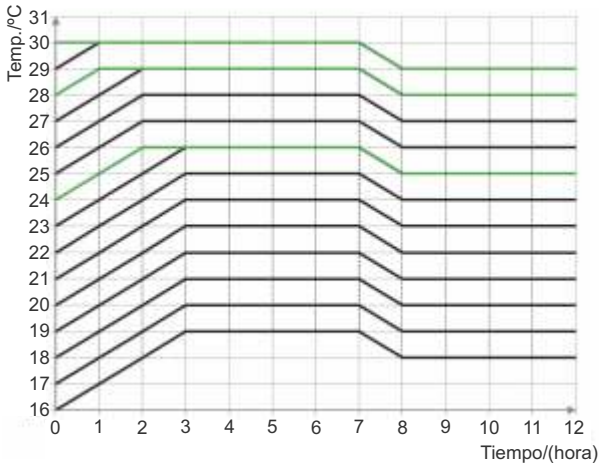

Fig.14 Curva Sleep bajo modo frío
4. Bajo el modo Frío, si está activada la función "Sleep" el rango de ajustes de la temperatura pueden ser 16~23°C, 24~27°C, 28~29°C or 30°C. Cada uno de ellos tiene una curva diferente como se muestra en la Fig.14.